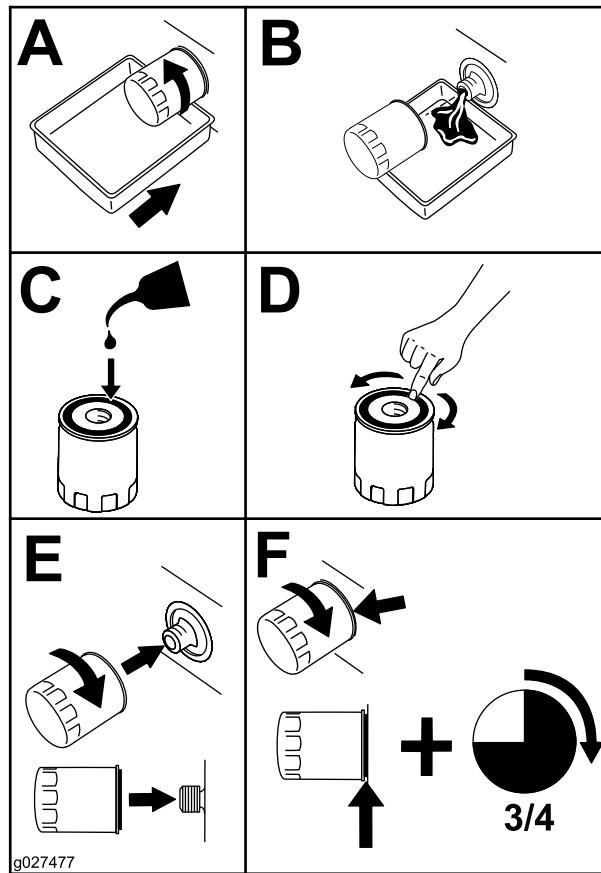

Figura 43
- Sustituya el filtro de aceite del motor (Figura 43).